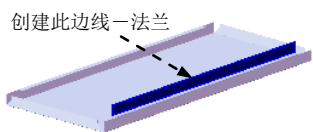
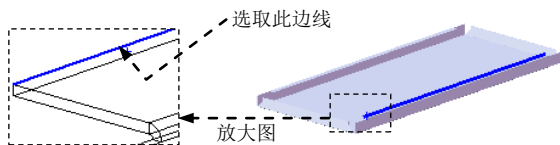

图 17.9.22 创建边线—法兰 7
图 17.9.23 定义特征的边线
Step8. 创建图 17.9.22 所示的边线法兰 7。
(1) 选择命令。选择下拉菜单 **插入(I)** → **钣金(H)** → **边线法兰(E)...** 命令，系统弹出“边线法兰”对话框。
(2) 定义特征的边线。选取图 17.9.23 所示的模型边线为生成的边线法兰的边线。
(3) 定义法兰参数。在 **角度(G)** 区域的 **A** 文本框中输入角度值 90.0。在 **法兰长度(L)** 区域的下拉列表中选择 **给定深度** 选项，输入深度值 15.0。在此区域中单击“内部虚拟交点”按钮 。在 **法兰位置(N)** 区域中单击“材料在内”按钮 .
(4) 单击 按钮，完成边线法兰 7 的创建。